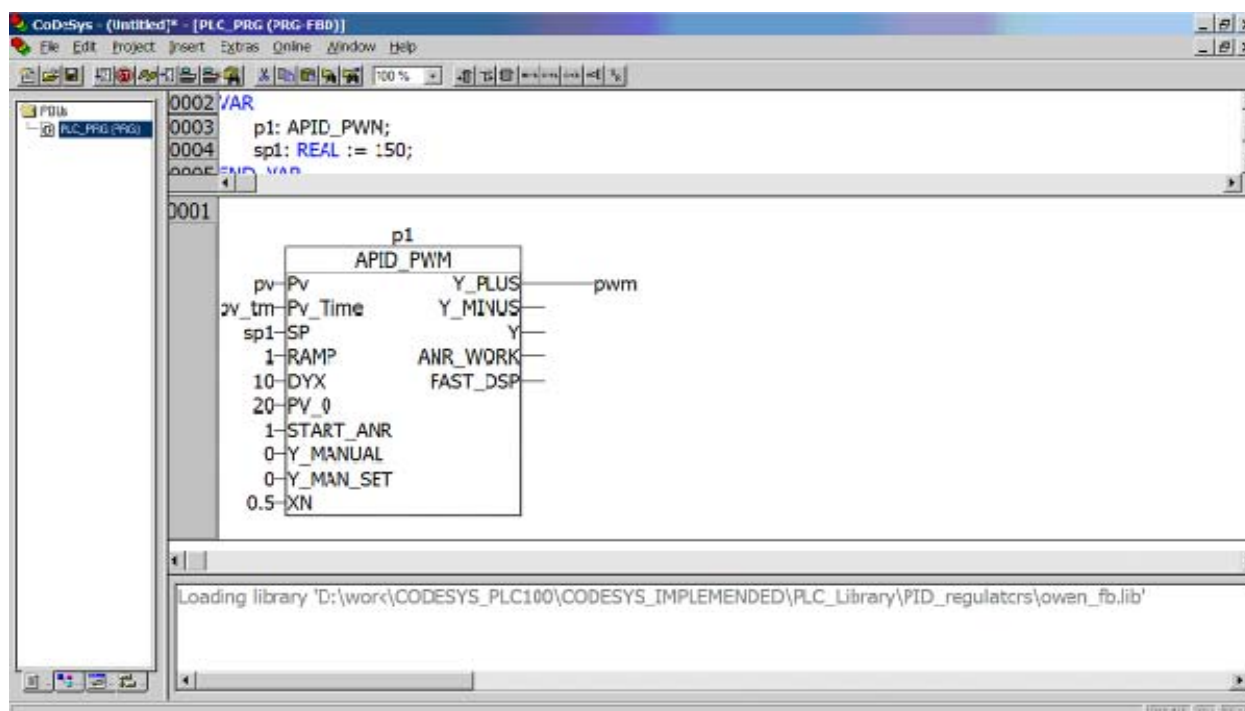

Рис. 3.6. Окно задания параметров функционального блока
- задайте остальные входные и выходные параметры ФБ (рис. 3.6).